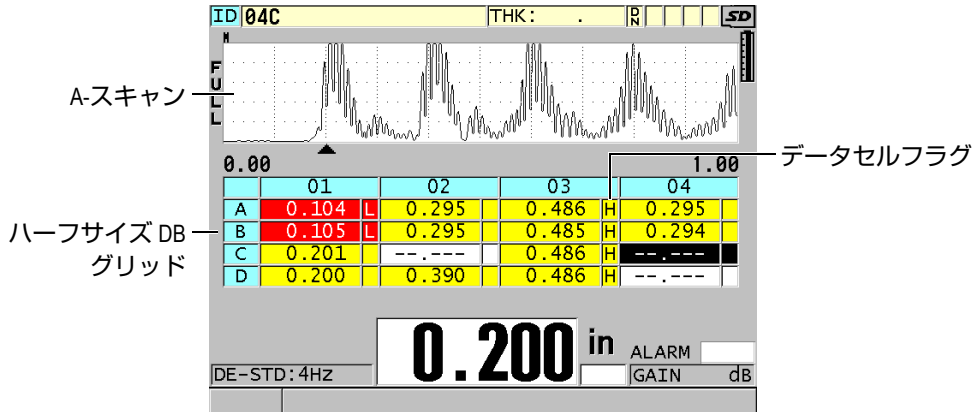

図 10-8 ハーフサイズ DB グリッド
データベースグリッド (DB グリッド) は、2-D データを表にまとめたものです。これにより、ユーザーは ID のプリセットリストに使わなくても、グリッド上で任意方向に自由に移動することができます。次の ID 位置に自動的に増分しないで、矢印キーを使用して希望する位置に移動できます。A-スキャン、DB グリッドおよび厚さ測定値を同時に表示することができます (165 ページの図 10-8 を参照)。厚さ測定値が入る範囲に対応するデータセルフフラグおよび背景色を表示するように、グリッドセルを構成することができます。
8. データセルフラグを使用可能なオプションの 1 つに設定して、DB グリッドの各データセルで 1 つのデータフラグを表示します。データセルフラグは、データセルで厚さ値の右側の小さなボックスに表示される文字です (165 ページの図 10-8 参照)。使用可能なオプションは次の通りです。